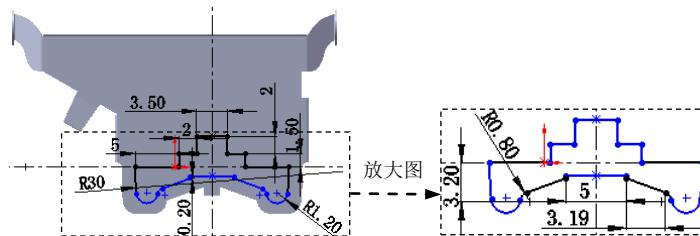
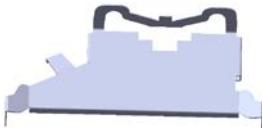
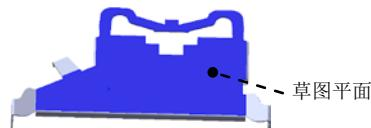

图 6.55 横断面草图
图 6.56 绘制的折弯 5
图 6.57 折弯线草图平面
② 定义横断面草图。在草图环境中绘制图 6.55 所示的横断面草图。
(3) 定义切除深度属性。在“切除一拉伸”对话框的 **方向 1** 区域中选中 与厚度相等(L) 复选框与 正交切除(N) 复选框。其他采用系统默认设置值。
(4) 单击 按钮，完成切除一拉伸 5 的创建。
Step22. 创建图 6.56 所示的钣金特征——绘制的折弯 5。
(1) 选择命令。选择下拉菜单 **插入(I)** → **钣金(H)** → **绘制的折弯(S)...** 命令(或单击“钣金”工具栏上的“绘制的折弯”按钮)。
(2) 定义特征的折弯线。
① 定义折弯线草图平面。选取图 6.57 所示的模型表面作为折弯线草图平面。